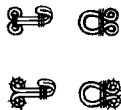

Рис. 1.7
*Крючки* предназначены для выполнения в основном потайной застежки, с лицевой стороны изделия они не должны быть видны. Крючки бывают никелированные (цвета серебра) и черные, нескольких размеров — для застежек пояса брюк и юбок, курток и пальто (рис. 1.7)